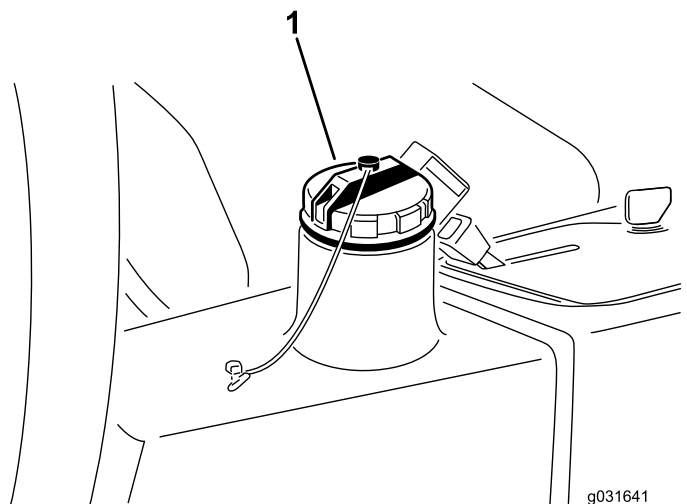

図 65
2. 油圧オイルタンクの注油口とキャップの周辺をきれいに拭く 図 65。
3. オイルタンクのキャップを取る 図 65。